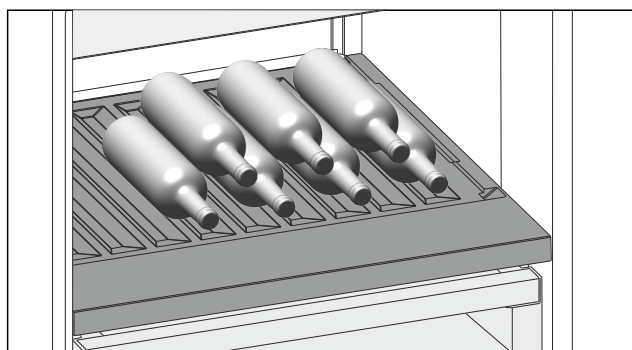

Fig. 111
- Láhve ukládejte dnem dozadu k zadní stěně. (viz Fig. 111)